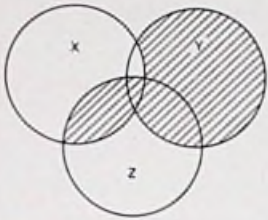

Fig. 1.
- b) Geef de functie die door arcering in fig. 1 is weergegeven.